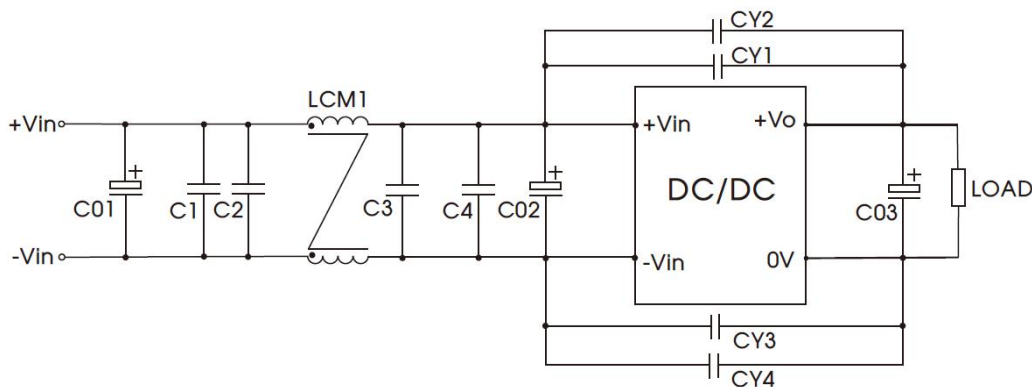

图 5
- ①所有该系列的 DC/DC 转换器在出厂前，都是按照（图 5）推荐的测试电路进行测试。
- ②若客户未使用我司推荐电路时，输入端请务必并联一个至少 100uF 的电解电容，用于抑制输入端可能产生的浪涌电压。
- ③若要求进一步减少输入输出纹波，可将输入输出外接电容 Cin、Cout 加大或选用串联等效阻抗值小的电容，但容值不能大于该产品的最大容性负载。